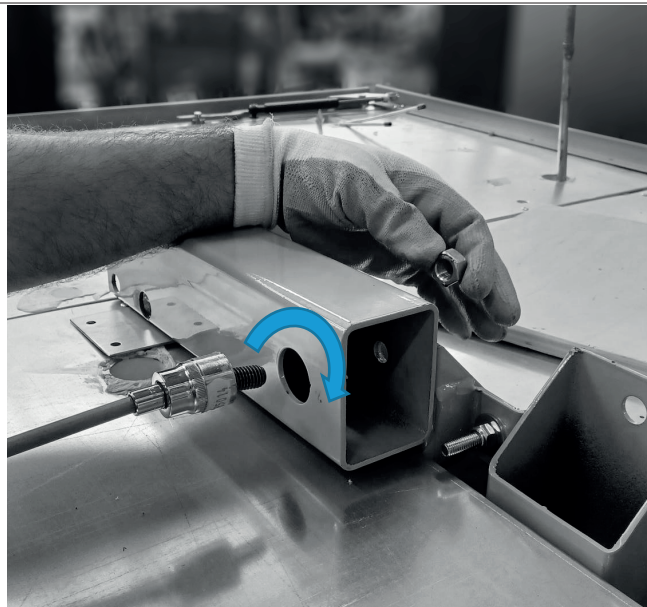

Fig. 49
- Fissare il longherone superiore del mobile di testa alla struttura di sostegno della gondola con la vite e il dado ("Fig. 49"). Prima di serrare il bullone regolare l'altezza del mobile di testa.